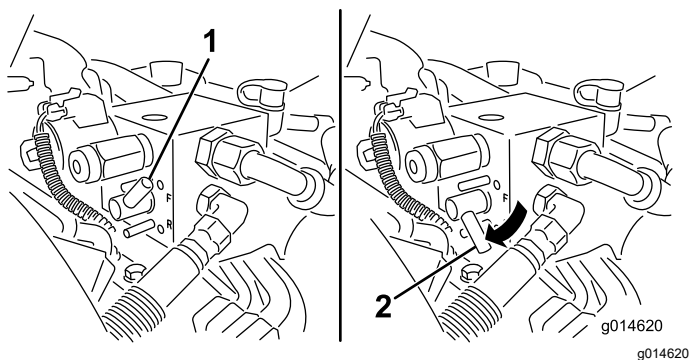

Figura 60
5. Rode a alavanca de retificação para a posição PARA TRÁS (R) (Figura 60).